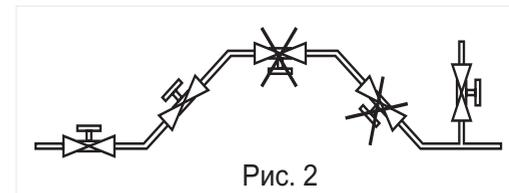

Рис. 2
4.2.5 Произведите монтаж клапана на трубопроводе в соответствии с рекомендацией по расположению клапана на трубопроводе (рис. 2).